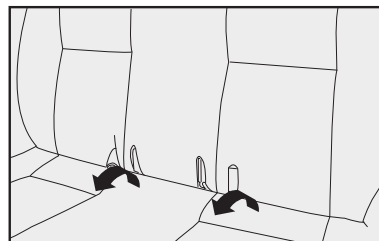

fig. 120
1) Recolher aos seus respectivos alojamentos no banco traseiro as fivelas e o cinto de segurança central **fig. 120**;